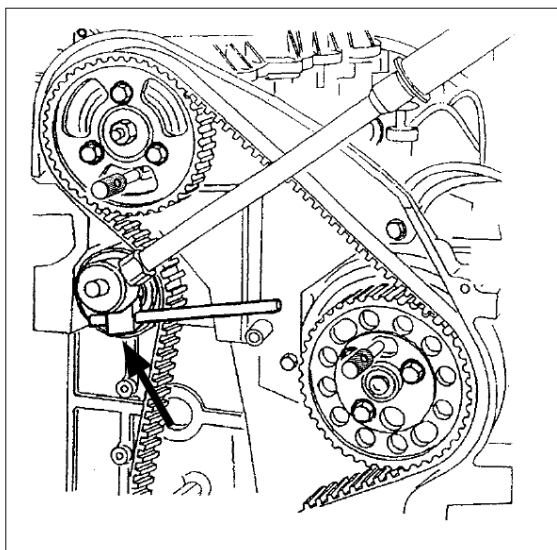

Fig. 2
- Cet outil est nécessaire pour tourner le tendeur et le maintenir en place pendant le serrage du boulon central (23 Nm) (Fig. 2).